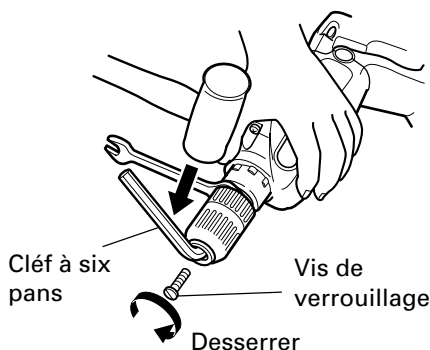

Fig. 11
(1) Retrait du mandrin sans clavette du marteau perforateur (Fig. 11)